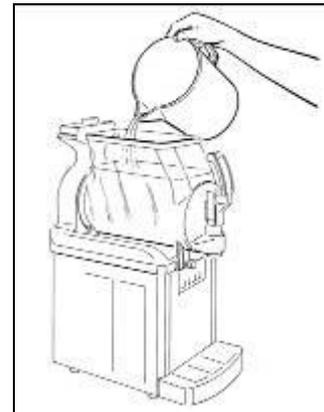

Fig. 3
- **R**emplir le bac avec de l'eau tiède (fig.3) et après avoir repositionné le couvercle afin de faire fonctionner le mélangeur (tous les LEDS sont éteints) pendant quelques minutes.